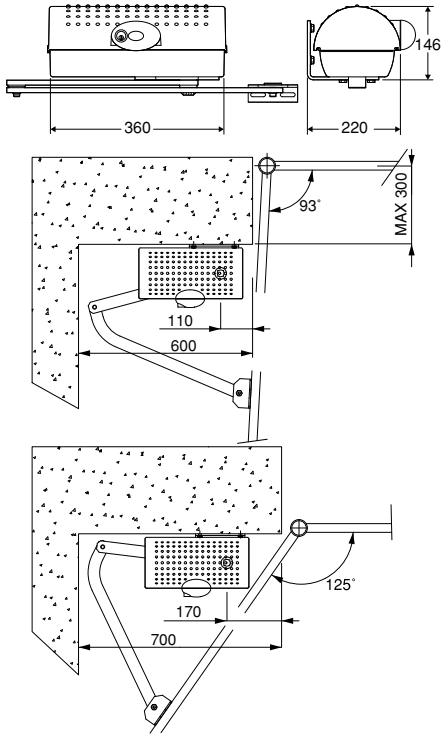
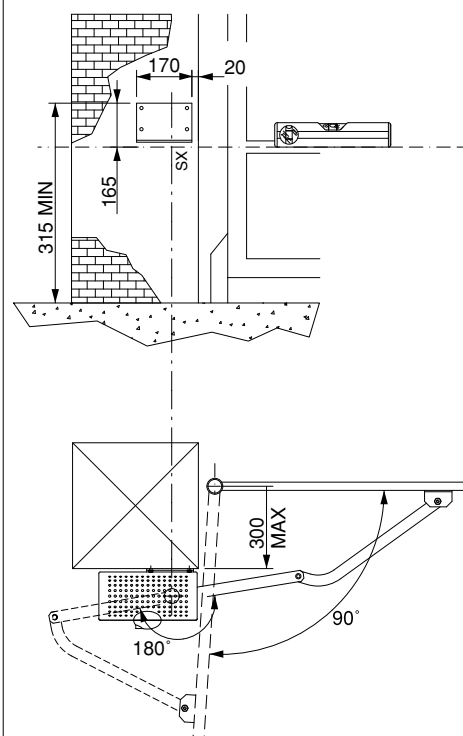

Fig. 2
Fig. 3
- A posição de fixação deve ser determinada em função da estrutura da folha. Em todo caso, o accionador deve empurrar a folha num ponto reforçado (fig.2).
5) FIXAÇÃO DA PLACA DE SUPORTE (Fig.2)
O accionador é fornecido completo de braçadeira de fixação e braço de alavancas. Uma vez identificado o ponto de reforço da folha, com o portão fechado, trace uma linha horizontal imaginária desde o centro do reforço até ao pilar (fig.2). Posicione a braçadeira de ancoragem respeitando as medidas de fig.2 para aberturas até 90° ou, como na fig. 3 para aberturas superiores a 90° até um máx. de 125°.